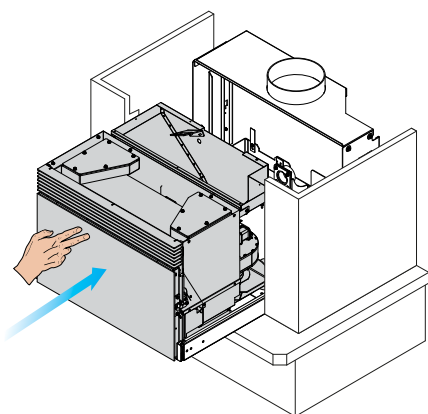

fig. 6.1.12
- 12) Empujar la máquina hasta el final del recorrido de los raíles. (fig. 6.1.12)